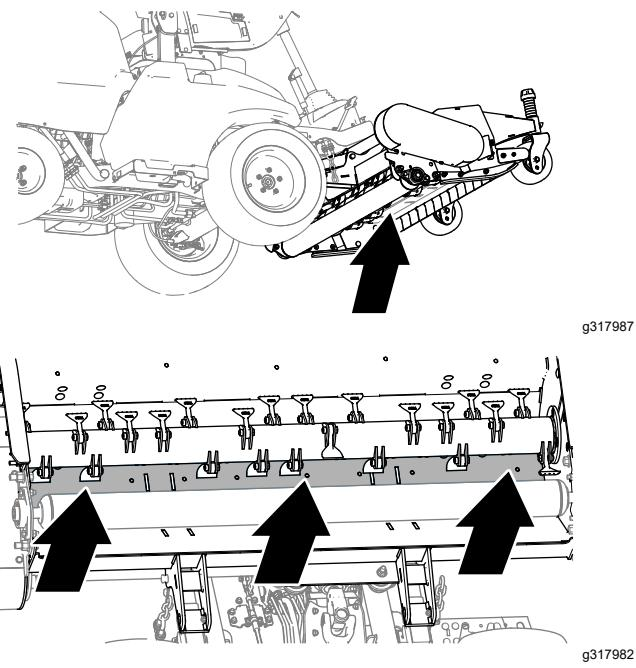

Bild 2
2. Reinigen Sie die Unterseite des Mähwerks, wie in Bild 2 dargestellt.